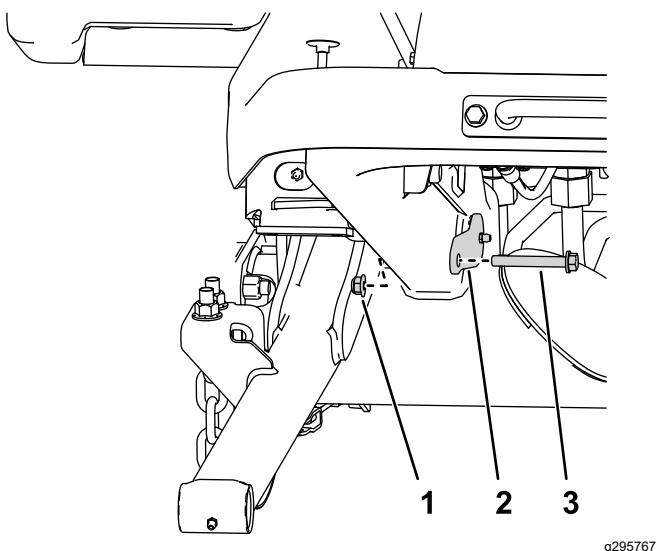

**Figura 6**
2. Utilizați 2 tifuri mari pentru a monta braele de ridicare pe cadrul mainii (Figura 6).
3. Montați fittingurile de lubrifiere la tifurile mari (**Figura 6**).